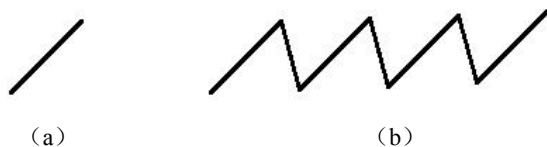

图 2-30 直线的绘制
①直线。按每两点连线的方式，可绘制一条或一系列首尾相连的直线，如图 2-30 所示。
例如绘制图 2-30 (b) 的图形，命令提示如下：